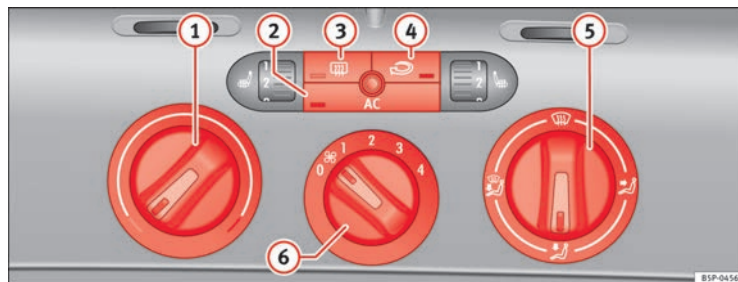

Fig. 129 Mandos del Climatic en el tablero de instrumentos
- Con los reguladores ⇒ fig. 129 ① y ⑤ y con el mando ⑥ se regula la temperatura, la distribución del aire y la velocidad de la turbina.
- Pulse la tecla ②, ③ o ④ para activar o desactivar la función correspondiente. Cuando la función está activa, la ventana situada en la esquina inferior de la tecla se ilumina.
① Regulador de temperatura ⇒ página 167
② Tecla – Encender o apagar el grupo refrigerador ⇒ página 167
- ③ Tecla – Luneta térmica. Esta función se apaga automáticamente aproximadamente 20 minutos después de haberla conectado. Se puede desconectar antes pulsando de nuevo la tecla.
- ④ Tecla – Recirculación de aire ⇒ página 168
- ⑤ Regulador de la distribución de aire ⇒ página 167
- ⑥ Mando de la turbina. El caudal de aire tiene 4 niveles de ajuste. La turbina debería funcionar siempre en el nivel más bajo cuando se circule a poca velocidad.
- Encienda el climatizador con la tecla ⇒ fig. 129 ☞.